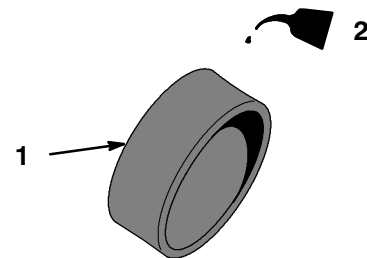

Abbildung 26
3. Das Schaumelement mit sauberem Motoröl tränken (Abb. 26), überschüssiges Öl herausdrücken, dann das Element in einen sauberen Lappen wickeln und so trocken wie möglich drücken. Darauf achten, dass das Element dabei nicht eingerissen wird.